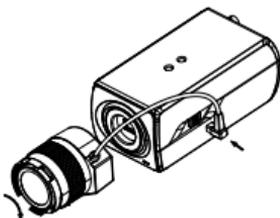

图2-15 镜头安装 1
1. **安装镜头：**拆下摄像机上的 Sensor 防护盖，将镜头对准摄像机上的镜头安装接口，顺时针旋转镜头将其牢固安装到位，然后将镜头电缆插头插入到摄像机侧面的自动光圈接口上面，如图 2-15 和图 2-16 所示，CS 转接环如图 2-17 所示。